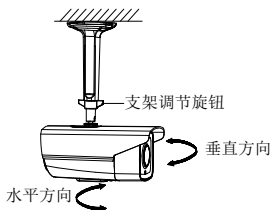
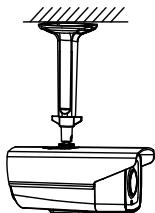

图2-26 调节视角
图2-27 固定摄像机
2. **固定摄像机：**将摄像机支架接孔旋入支架中，调节支架调节旋钮，摄像机可进行水平和垂直方向调节，将摄像机调整至需要监控的方位，拧紧支架调节旋钮，固定摄像机。如图 2-26 和图 2-27 所示。